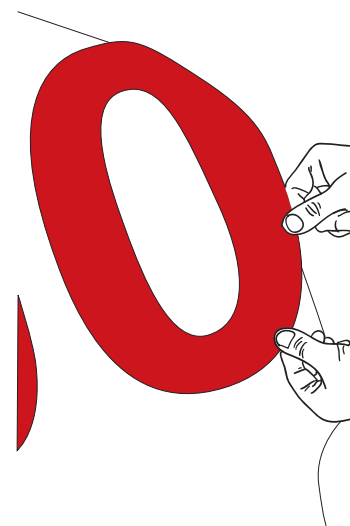

Figure 08
- › Chauffer le film entre 40 °C et 50 °C puis le tendre, de manière à envelopper la surface convexe. (FIG. 08)